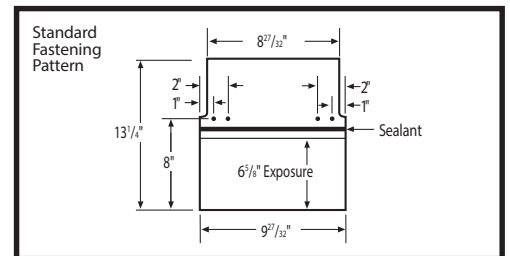

Figure 2
4. Fasten each shingle with 2 fasteners on each side, 1 inch and 2 inches from the edge and 8 inches from the exposed end. See Fig. 2
4. Sujete cada teja con 2 sujetadores a cada lado, a 1 pulgada y a 2 pulgadas de distancia del borde y a 8 pulgadas del extremo expuesto. Ver la Fig. 2